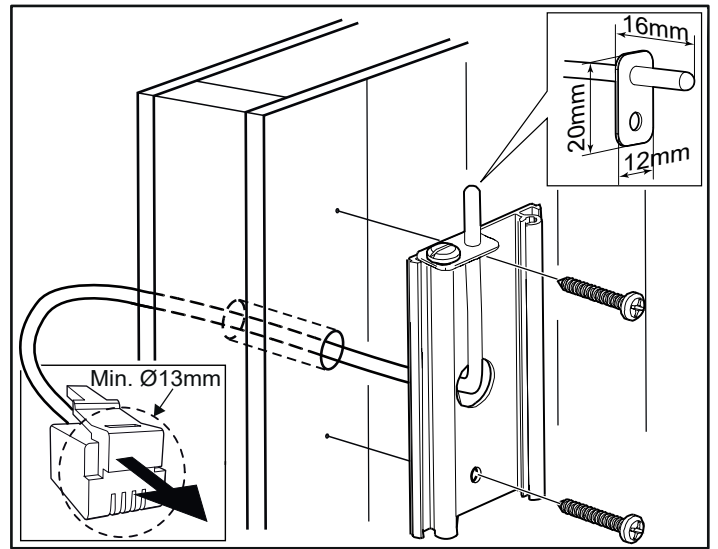

Afb. 14: Sluitbouten van de beugels
- Borg de kachel op zijn plek met de sluitbouten, zie afb. 14.